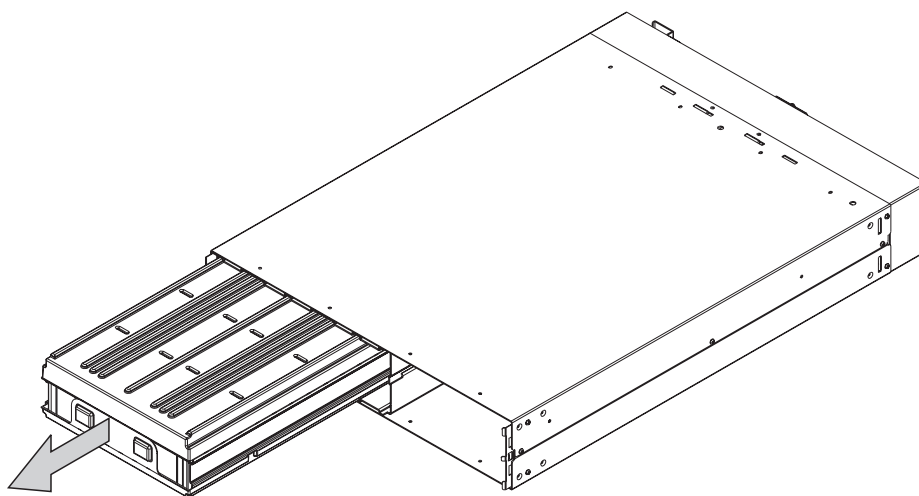

図 309. 2145 無停電電源装置 バッテリーの取り外し
- 4. 図 309 に示すように、バッテリーにアクセスするため、バッテリー・プレートを取り外します。